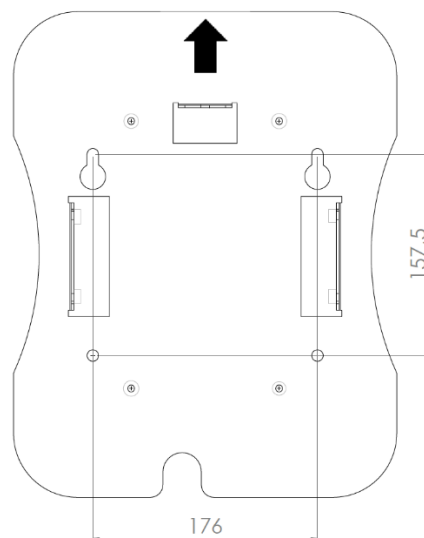

Abbildung 1 Bohrplan für KSE Wallbox
1. Die vier Befestigungsbohrungen (Abb. 1) laut Bohrplan anzeichnen.